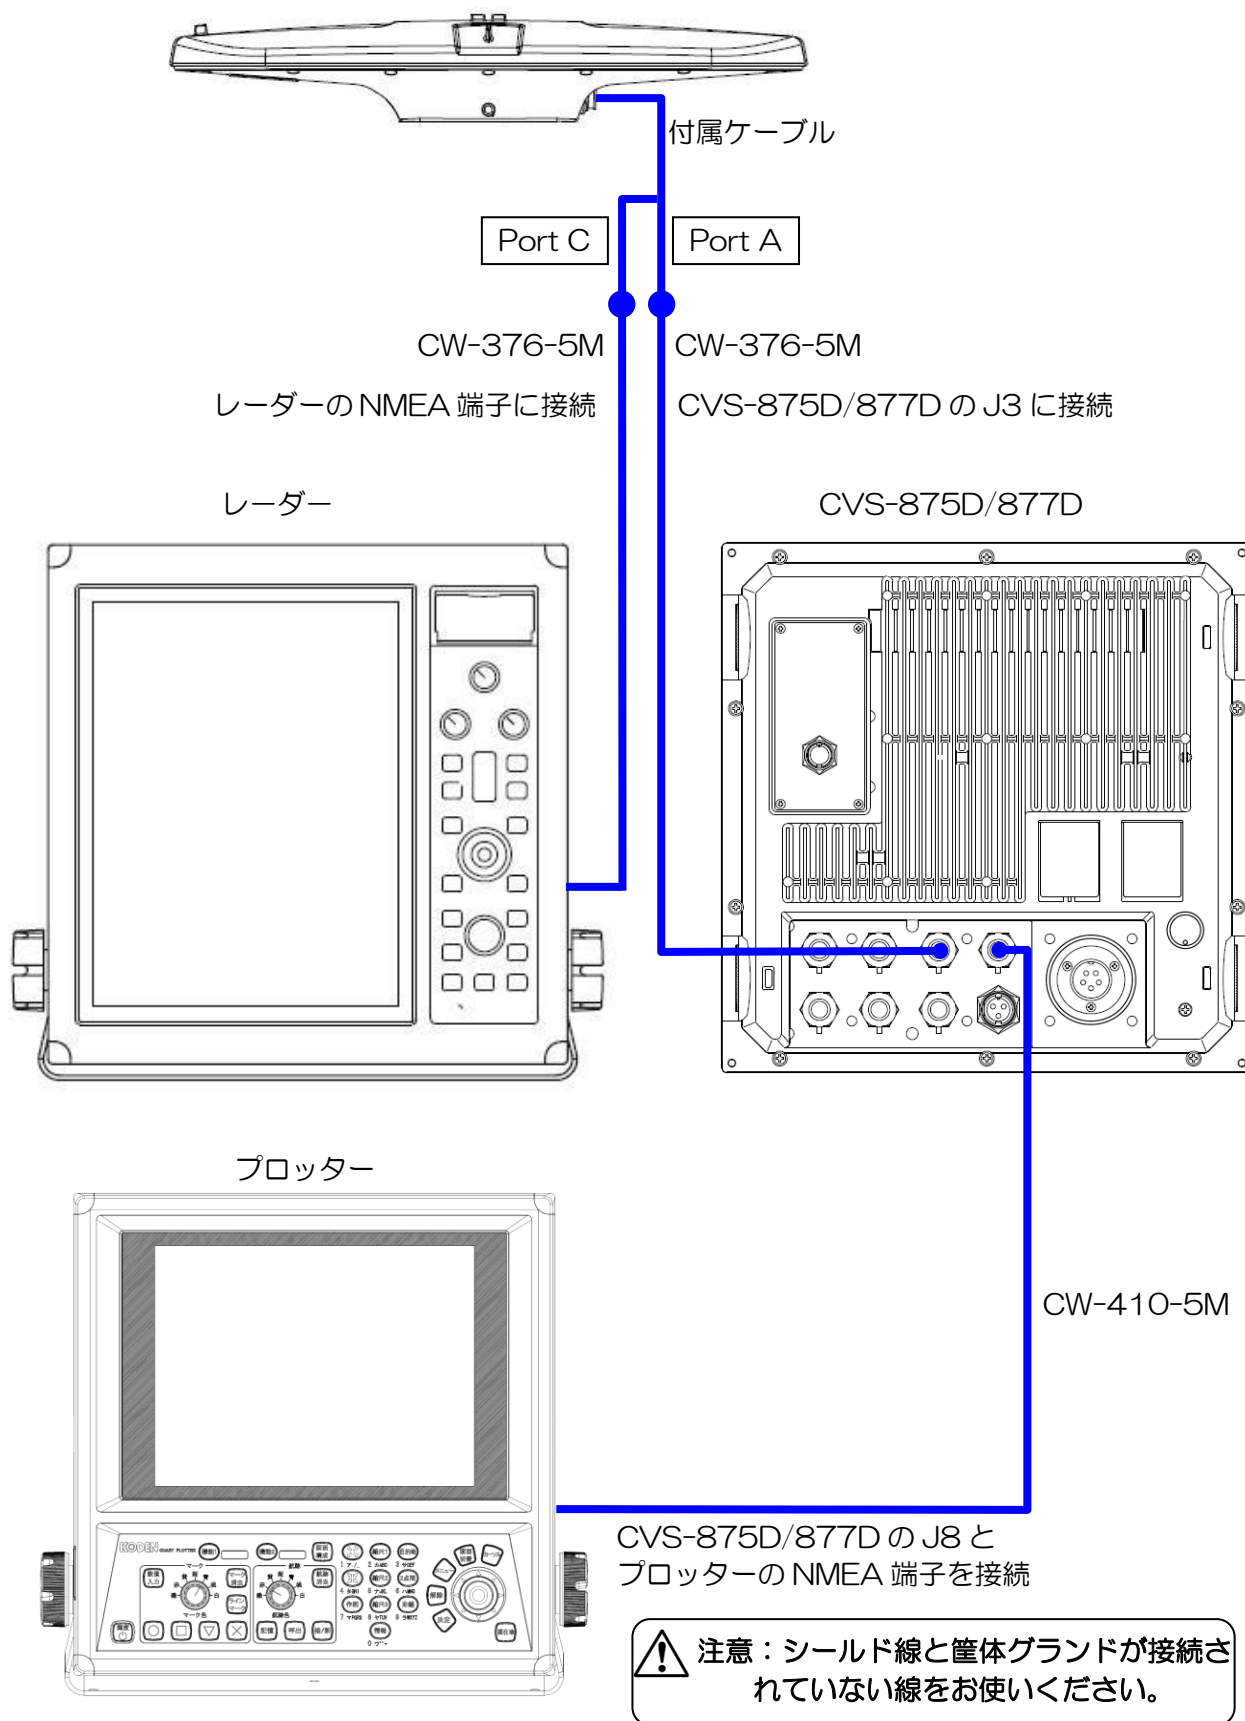
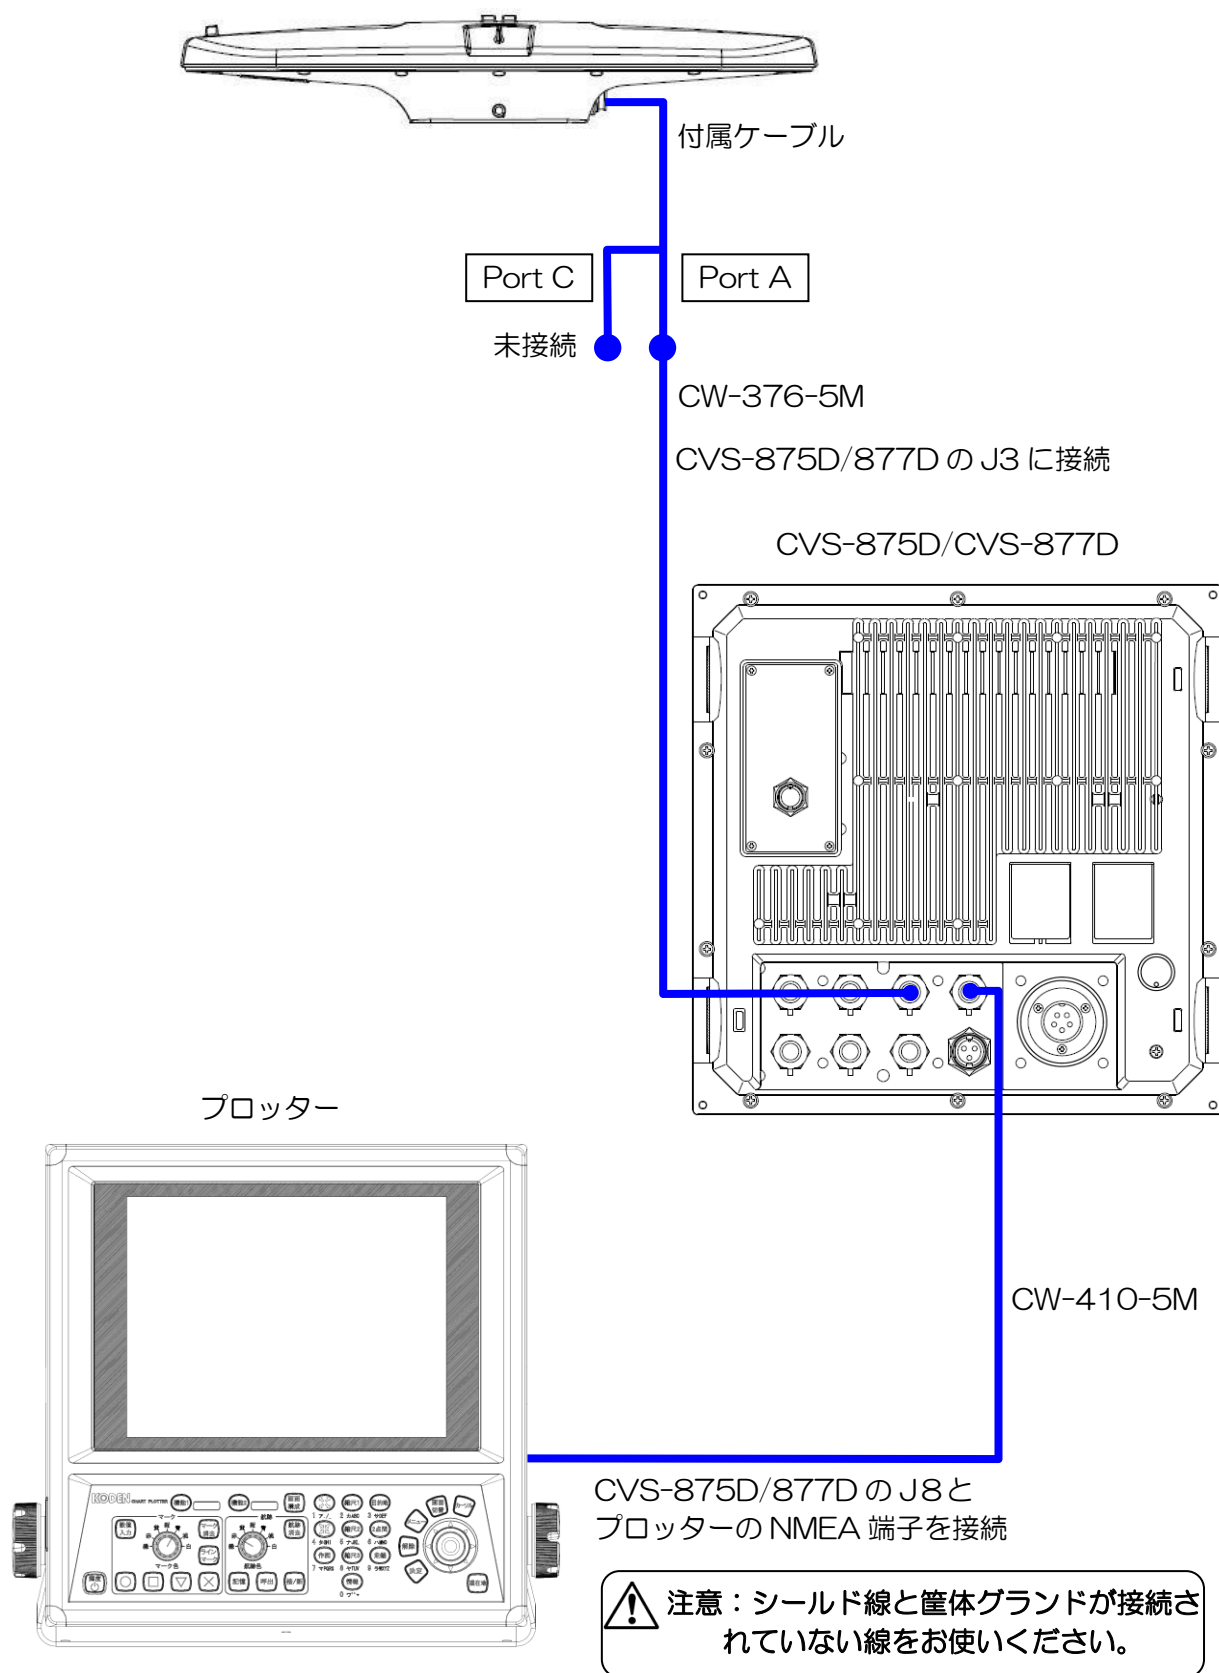

図 1.60 総合接続図 1
図 1.62 総合接続図 3
- 3) レーダーにも接続し GPS コンパスとして接続する場合は、Port C と半田付けが終了した CW-376-5M をレーダーの NMEA 端子へ接続してください。（図 1.60 接続図 1 参照）
それ以外の場合は Port C との接続の必要はありません。（図 1.62 総合接続図 3 参照）
- 4) 図 1.60 総合接続図 1～図 1.62 総合接続図 3 を参照して、CVS-875D/877D の J8 端子と NMEA で通信する他の機器を接続してください。